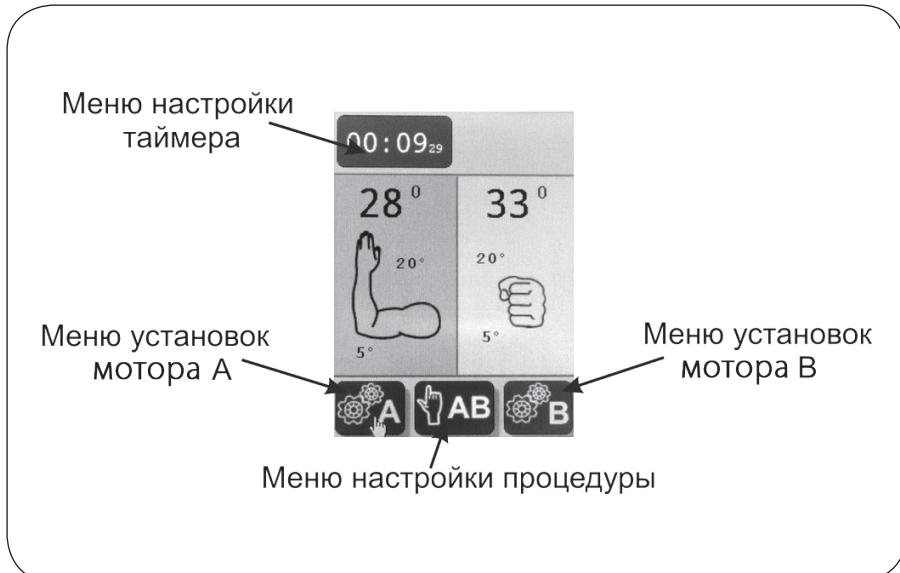

Рисунок 5.4 – Дисплей режима готовности
5.2. Дисплей режима готовности (см. рис. 5.4):
1. Подключите вилку сетевого кабеля (8) в розетку переменного тока 220В 50Гц с заземляющим контактом.
2. Включите Аппарат с помощью выключателя «Сеть» (4). После включения Аппарата слышен звуковой сигнал, на дисплее появляется логотип производителя.
3. По окончании загрузки на дисплее отображается дисплей режима готовности (см. рис. 5.4)